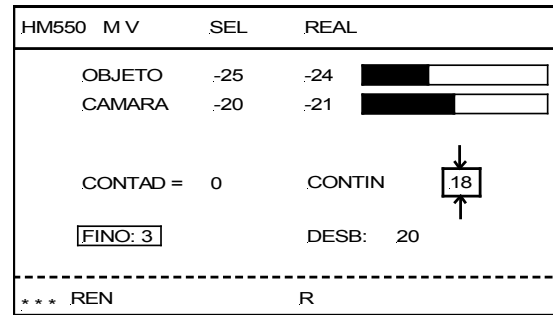

fig. 15
- El ajuste realizado aparece sobre fondo negro en la pantalla (fig. 15).